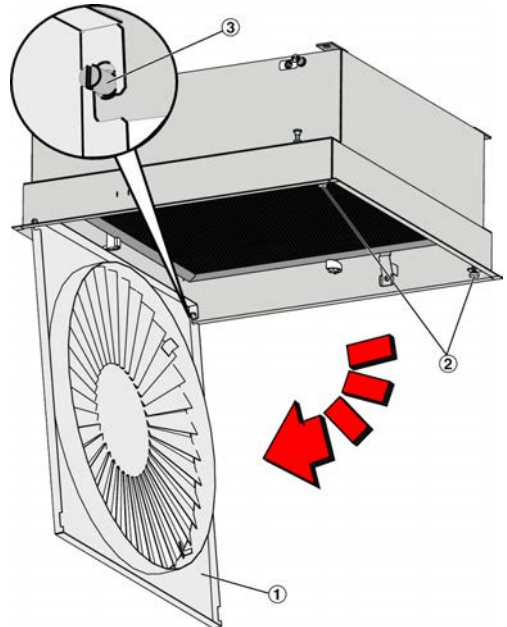

Abb. 6: Frontdurchlass demontieren
1. ▶ Frontdurchlass (Abb. 6/1) von den Magneten (Abb. 6/2) lösen und nach unten schwenken. Frontdurchlass etwas nach oben drücken und von den Bolzen (Abb. 6/3) abheben.